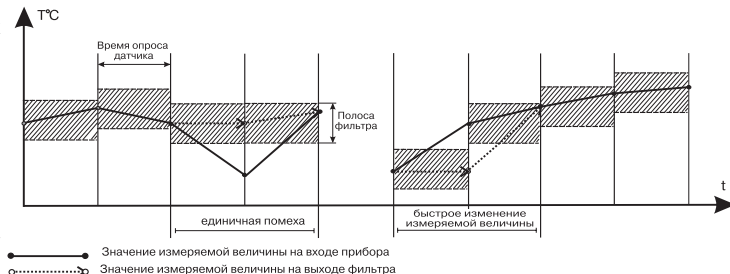

Рисунок 7
3.1.3.2. Параметр **b0-2**, называемый полосой цифрового фильтра, позволяет защитить измерительный тракт от единичных помех. Полоса фильтра задается в единицах измеряемой величины. Если полученное значение отличается от предыдущего на величину, большую, чем установлено в этом параметре, то прибором производятся повторные измерения, до тех пор, пока полученное значение не попадет в заданную полосу (рисунок7). В течение всего этого времени на цифровом индикаторе остается старое значение измеренной величины.